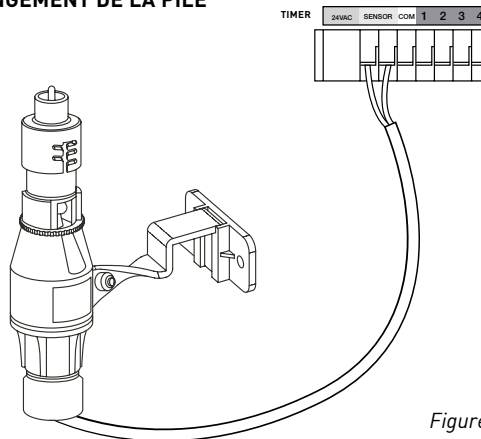

Figure 6 :
- Raccordez les fils du détecteur de pluie en les insérant dans les bornes (jaunes) étiquetées « Sensor » (consultez la figure 6).